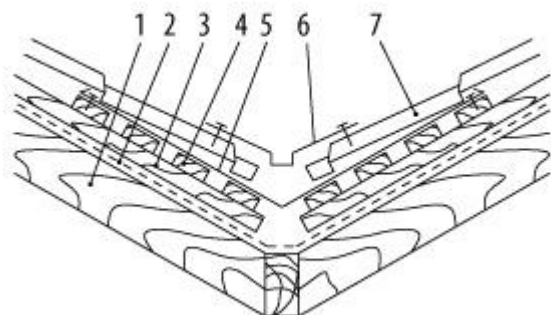

Рис. 3.12 Ендова
Конструкция ендовы показана на рис. 3.12. На сплошной деревянный настил (4) укладывается планка ендовы нижней (5). Нахлест планок не менее 200 мм, желательно герметизировать мастикой. Затем укладывается металлочерепица. Расстояние между краями листов металлочерепицы в ендове не менее 100 мм. Для придания кровле эстетичного внешнего вида рекомендуется ставить декоративную планку ендовы верхней (6), которая закрывает неровности реза. Ее крепят саморезами 4,8x20 с шагом 300-500 мм в верх волны.